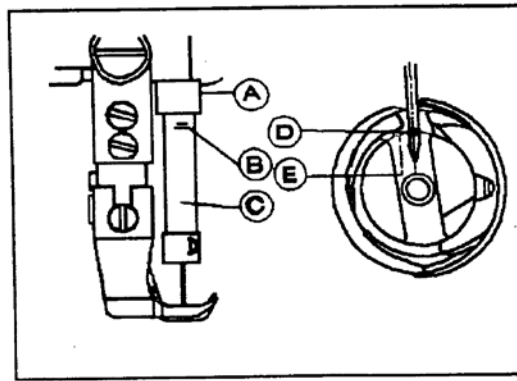

Рис.18.
5) По окончании регулировки, затяните установочный винт (В) и вставьте резиновую заглушку. Стандартная синхронизация иглы (см. рисунок 18) – это когда совмещаются метка синхронизации (В) на стержне лапки и нижняя часть втулки стержня лапки (А), и в то же время, совмещаются внутренняя поверхность (Е) челнока и центр игольного ушка (D) в тот момент, когда стержень лапки опускается в самое нижнее положение.